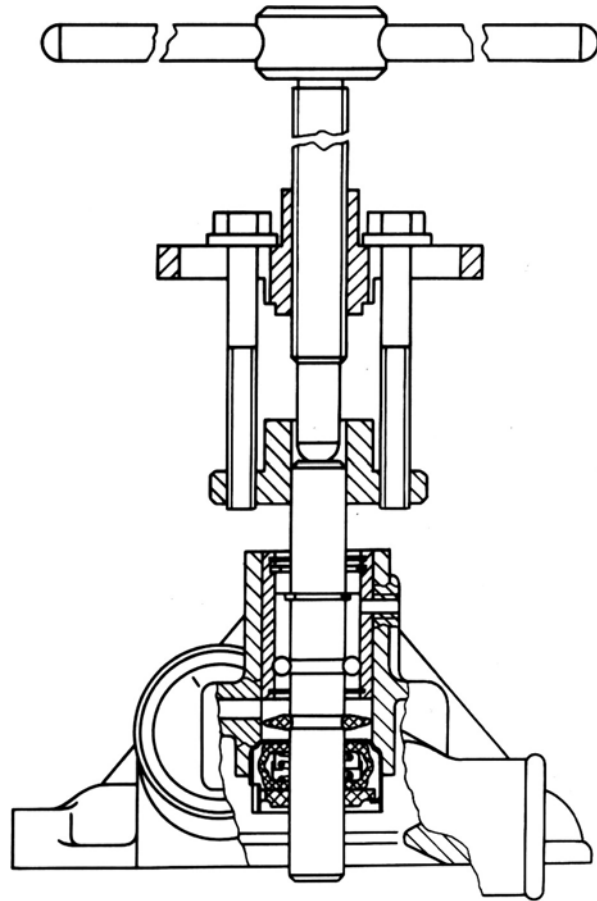

Рис. 3.1.54. Снятие ступицы шкива насоса
- съемником снять ступицу (рис. 3.1.54);